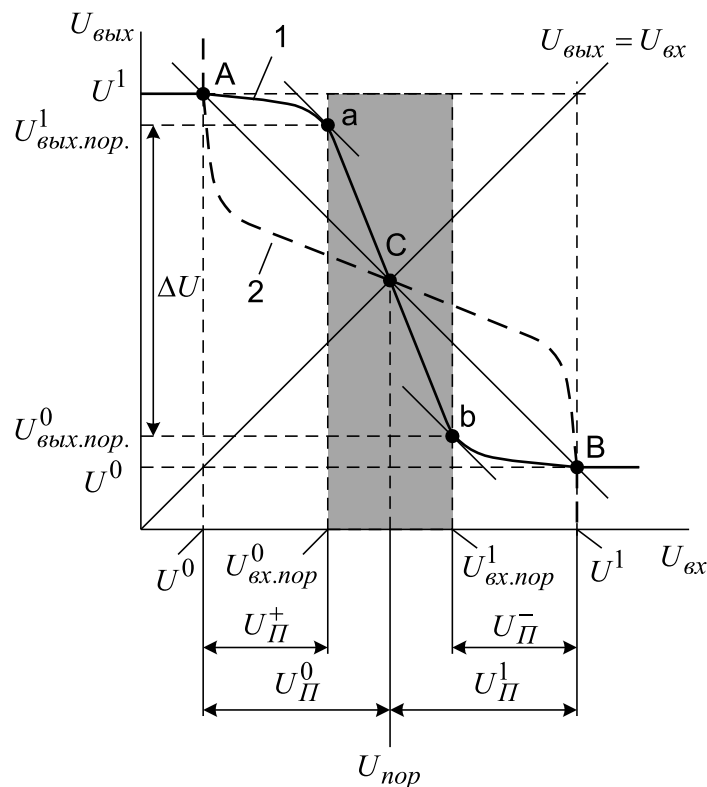

Рис. 2.1 – Передаточная характеристика инвертирующего элемента
Характеристика снимается для одного из входов ЦИМС, а остальные входы подключаются к цепи, в которой в зависимости от логической структуры элемента действуют уровни напряжения логического нуля или логической единицы при заданном количестве нагрузок $k_{\text{раз}}$ на выходе элемента. В зависимости от вида передаточной характеристики различают инвертирующие и неинвертирующие логические элементы. Для инвертирующего элемента высокому уровню входного потенциала соответствует низкий, а для неинвертирующего — высокий уровень потенциала на выходе. Передаточная характеристика инвертирующего элемента представлена на рис. 2.1.
- $U_{\text{вых. пор}}^1$, $U_{\text{вых. пор}}^0$ — значения выходных пороговых напряжений логических «1» и «0» соответственно, определяемых с помощью пороговых точек a и b , в которых дифференциальный коэффициент усиления по напряжению $k_U = -1$ (рис. 2.1);